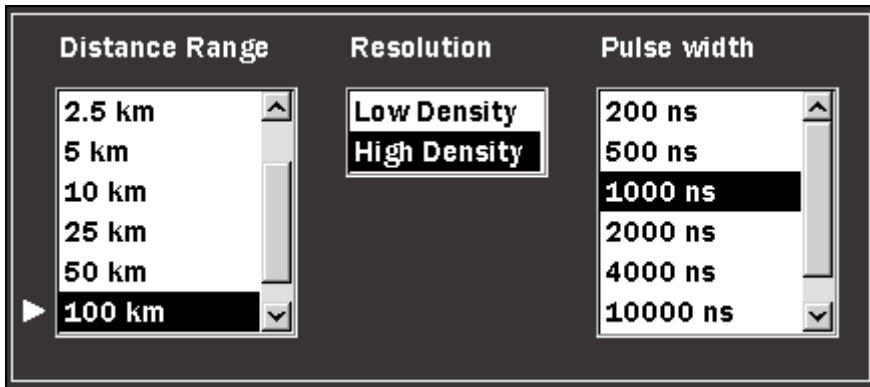

图4-14：距离范围、分辨率和脉冲宽度设置对话框
1. 按F4“范围/脉冲宽度”出现距离范围、分辨率和脉冲宽度设置的对话框，见图4-14